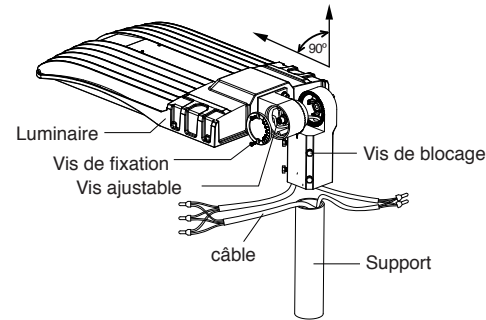

Figure 1-1
1. Desserrez les 4 vis de blocage de l'adaptateur d'emboîtement, connectez le câble correctement et insérez-le dans le poteau. Ensuite, serrez les vis de blocage entre l'adaptateur d'emboîtement et le poteau. (Figure 1-1)
2. Desserrez les vis de blocage et les vis ajustables et alignez le luminaire à l'angle requis. Serrez les vis ajustables et les vis de fixation une fois l'angle déterminé. (Figure 1-1)